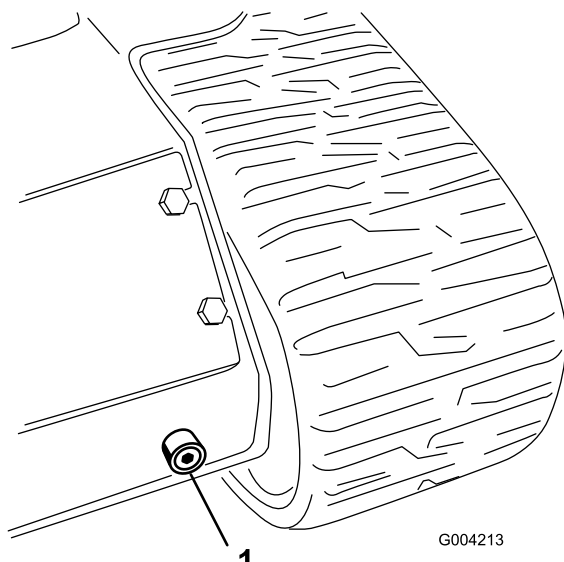

Figura 57
6. Collocare una bacinella di spurgo grande (capacità 56,8 litri) sotto il tappo di spurgo, nella parte anteriore del trattore (Figura 57).
7. Togliere il tappo di spurgo e lasciare defluire l'olio nella bacinella (Figura 57).